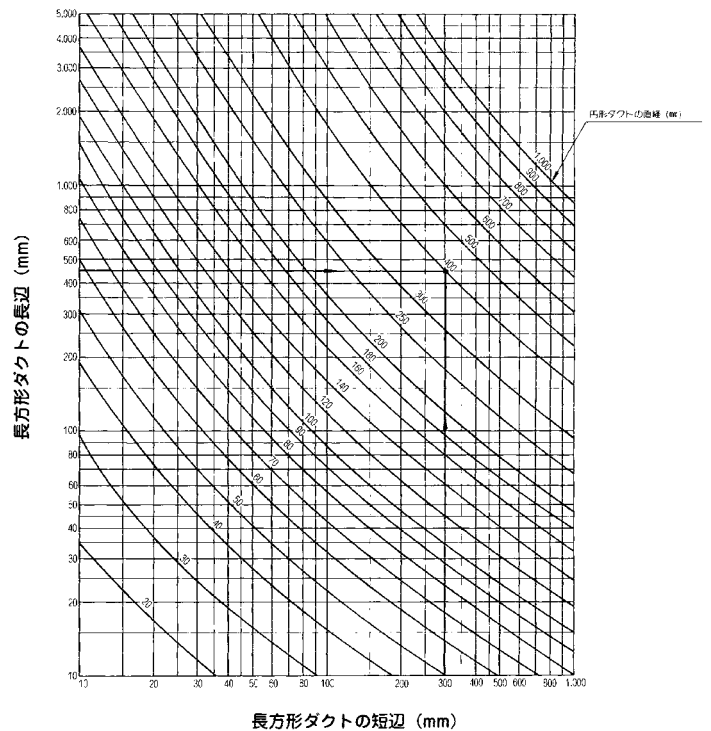

図11
任意の矩形ダクトから、円形ダクトの大きさを求めるには、図11により求められます。矩形ダクトの長辺の長さ、短辺の長さより、そのダクトに相当する円形ダクトの直径が求められます。これにより、いかなる形状の矩形ダクトでも、すべて円形ダクトに換算することができるわけです。
長方形ダクト450mm×300mmを円形ダクトに換算すると、図11より直径400mmの円形ダクトが求められます。
- 2) 図11より長方形ダクト(正方形断面含む)を円形ダクトの大きさに換算します。